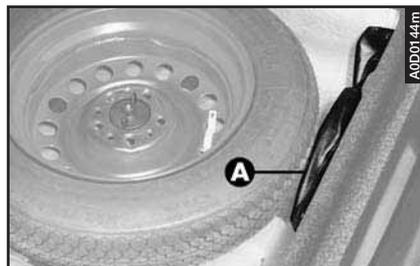

fig. 3
- Prelevare la borsa attrezzi (**A-fig. 3**) e portarla vicino alla ruota da sostituire.
– Prelevare la borsa attrezzi (**A-fig. 3**) e la ruota da montare e portarle vicino alla ruota da sostituire.